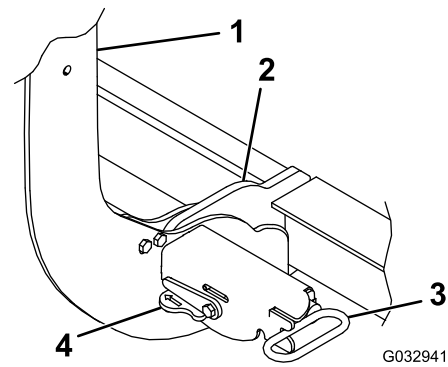

Figure 26
4. Tournez les leviers sur les goupilles à ressort la position de VERROUILLAGE (Figure 26).
7. Vérifiez que les goupilles à ressort sont complètement engagées dans l'accouplement (Figure 26).